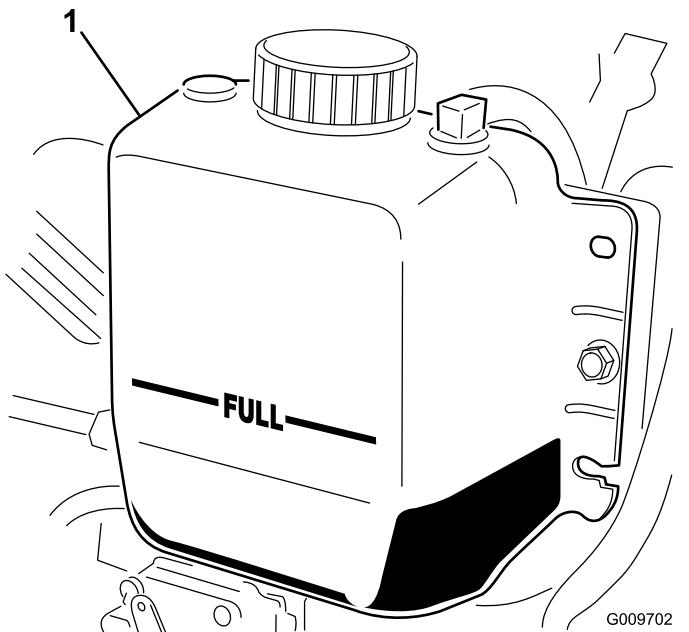

图63
- 检查散热器冷却液液位。散热器中的冷却液应添加至加液口颈的顶部而膨胀水箱中的冷却液应添加至已满标记处 图63。